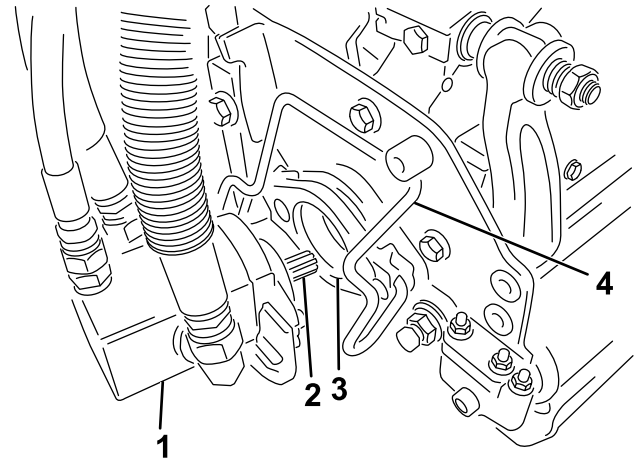

Figure 34
- Enduisez de graisse propre l'arbre cannelé du moteur de plateau de coupe (Figure 34).
le plateau de coupe vers le moteur jusqu'à ce qu'un déclic soit entendu des deux côtés du moteur (Figure 34).